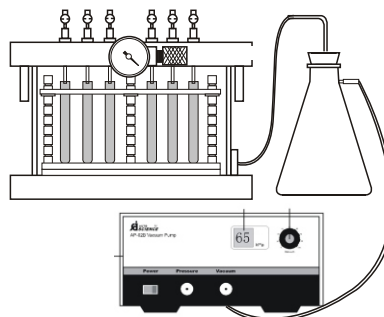

图9
3. 将配套的AP-02B(需另购)真空泵的“VACUUM”气嘴通过缓冲瓶与玻璃缸组件上的抽气咀接头用真空胶管连接好。(见图9)